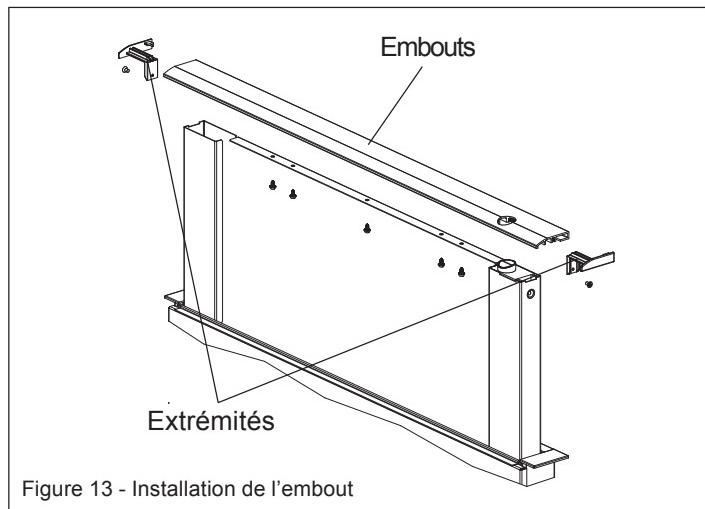

Figure 13 - Installation de l'embout
- Installer les nouvelles extrémités et les nouveaux embouts, figure 13, (insérer l'extrémité d'abord). Remettre les vis.